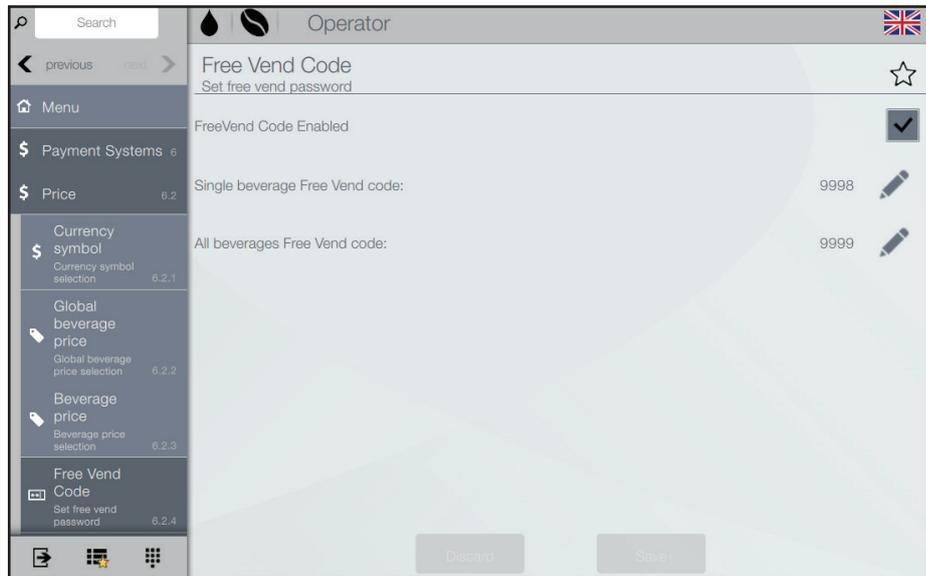

Fig. 7.1 - Codice vendita gratuita
- Abilitare/disabilitare/modificare il Codice vendita gratuita (fig. 7.1)